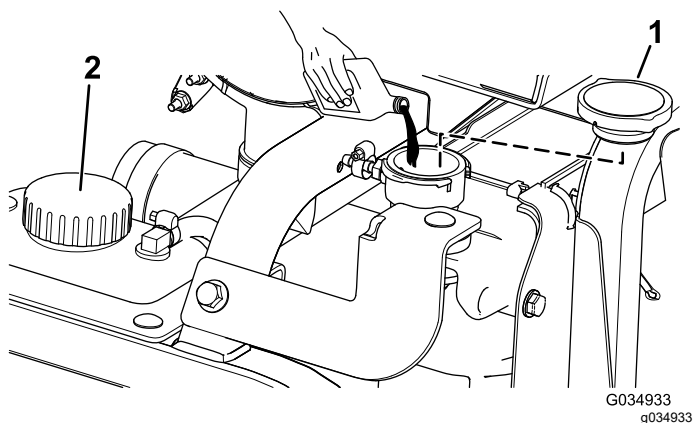

Рисунок 122
5. Залейте охлаждающую жидкость в радиатор так, чтобы ее уровень доходил до кромки заливного отверстия (Рисунок 122).